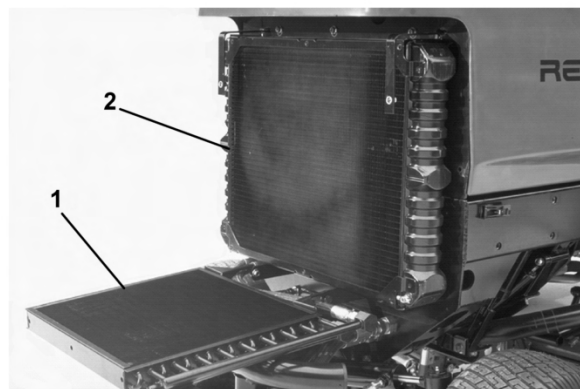

図 61
3. オイル・クーラのノブをゆるめてクーラを後ろに傾ける（図 61）。オイル・クーラとラジエターの裏表を圧縮空気ですべて丁寧に清掃する。水を使用しないこと。フードを明け、機体後部に向けてゴミを吹き飛ばす。清掃が終了したらオイル・クーラを元に戻しノブを締める。